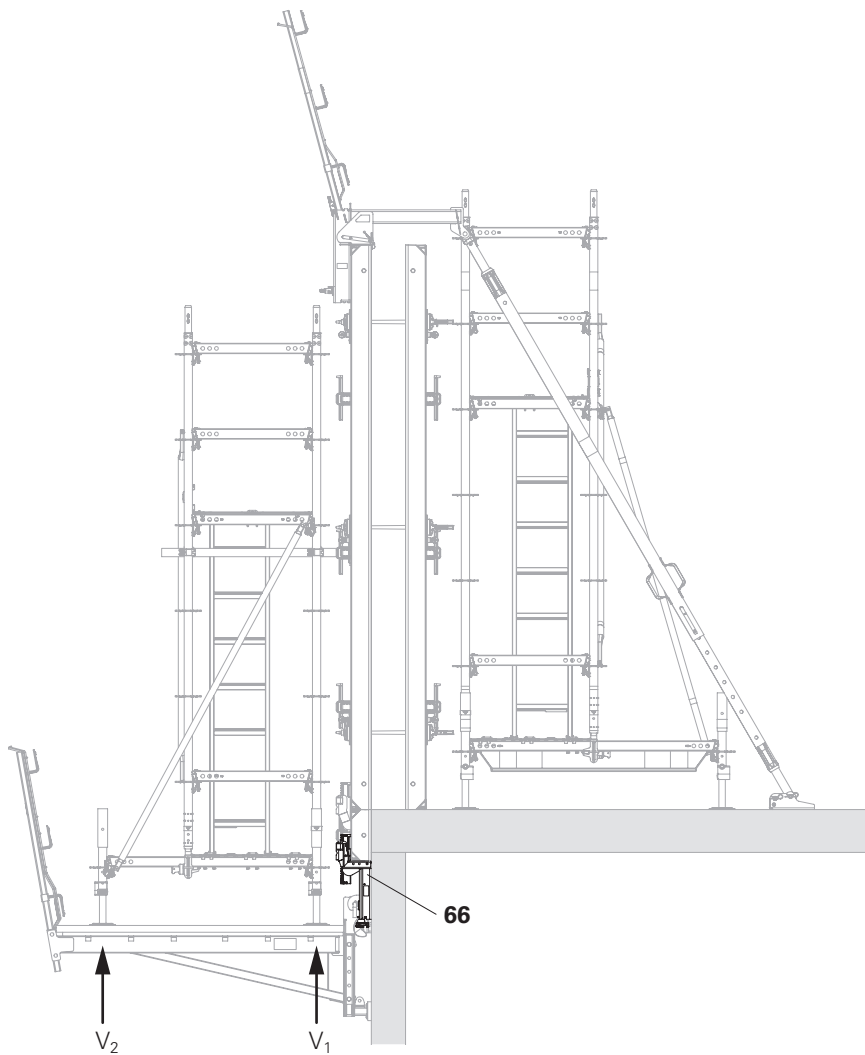

Fig. D1.02
- ⇒ Montare la cassaforma a parete, ad es. con mensola a parete MX WK (66).
- ⇒ Posare la struttura indipendente solo sulla piattaforma di servizio VGK 160. (Fig. D1.02 + Fig. D1.02a)
- $V2 = 1,90 \text{ kN}$(Fig. D1.02)